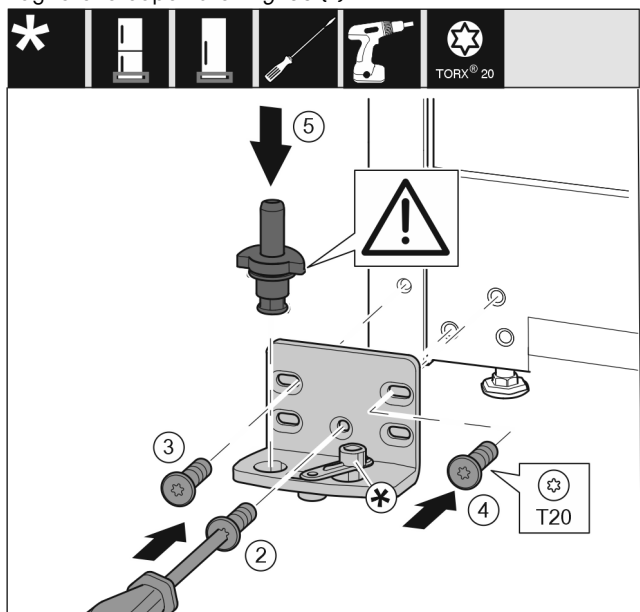

Fig. 36
- Applicare il blocco di supporto sull'altro lato e avvitare con un cacciavite T20. Iniziare dalla vite 2 in basso al centro. Fig. 36 (2)
- Serrare la vite 3 e 4. Fig. 36 (3,4)
- Inserire completamente il perno di supporto. Fare attenzione che la camma di arresto sia rivolta verso il lato posteriore. Fig. 36 (5)
- Applicare il blocco di supporto sull'altro lato e avvitare con un cacciavite T20. Iniziare dalla vite 2 in basso al centro. (2)
- Ruotare il collegamento dell'ammortizzatore di chiusura di 180°. Avvitare con un cacciavite T20 sull'altro lato del blocco di supporto. (5)
- Inserire completamente il perno di supporto. Fare attenzione che la camma di arresto sia rivolta verso il lato posteriore. (6)